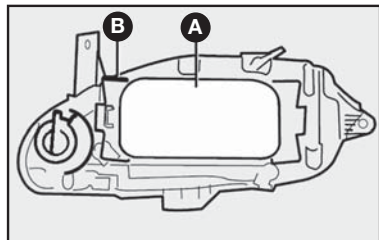
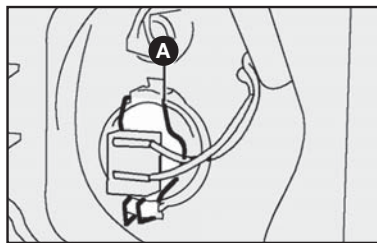

fig. 18
fig. 20
- 1) remover a tampa plástica **A** para ter acesso às lâmpadas deslocando a trava **B**-fig. 18;
3) retirar o porta-lâmpada pressionando as presilhas **A**-fig. 20 abrindo-as lateralmente;
6) reenganchar a presilha de fixação **A**-fig. 20 e reconectar a lâmpada, colocando por último a tampa plástica **A**-fig. 18.
- 1) remover a tampa plástica para ter acesso à lâmpada deslocando a trava **B-fig. 18**;